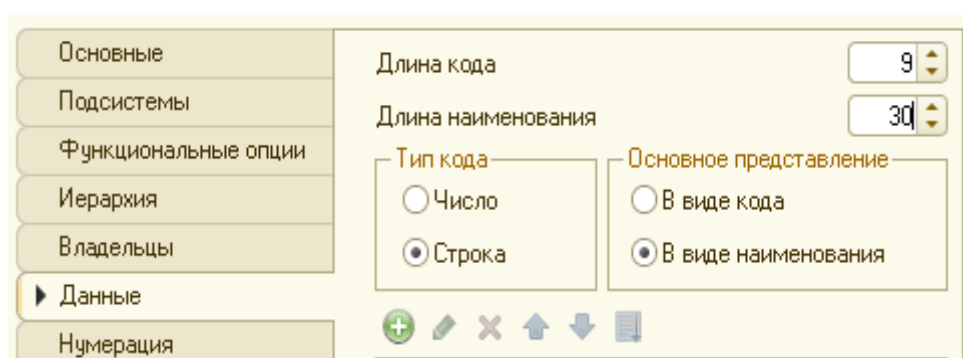

Рисунок 1.7 Основные настройки закладки Данные
5. Вернуться к окну редактирования справочника. Нажать на закладку **Данные**. Установить длину наименования – 30, длину кода оставить без изменения (рис. 1.7). закрыть окно редактирования справочника.